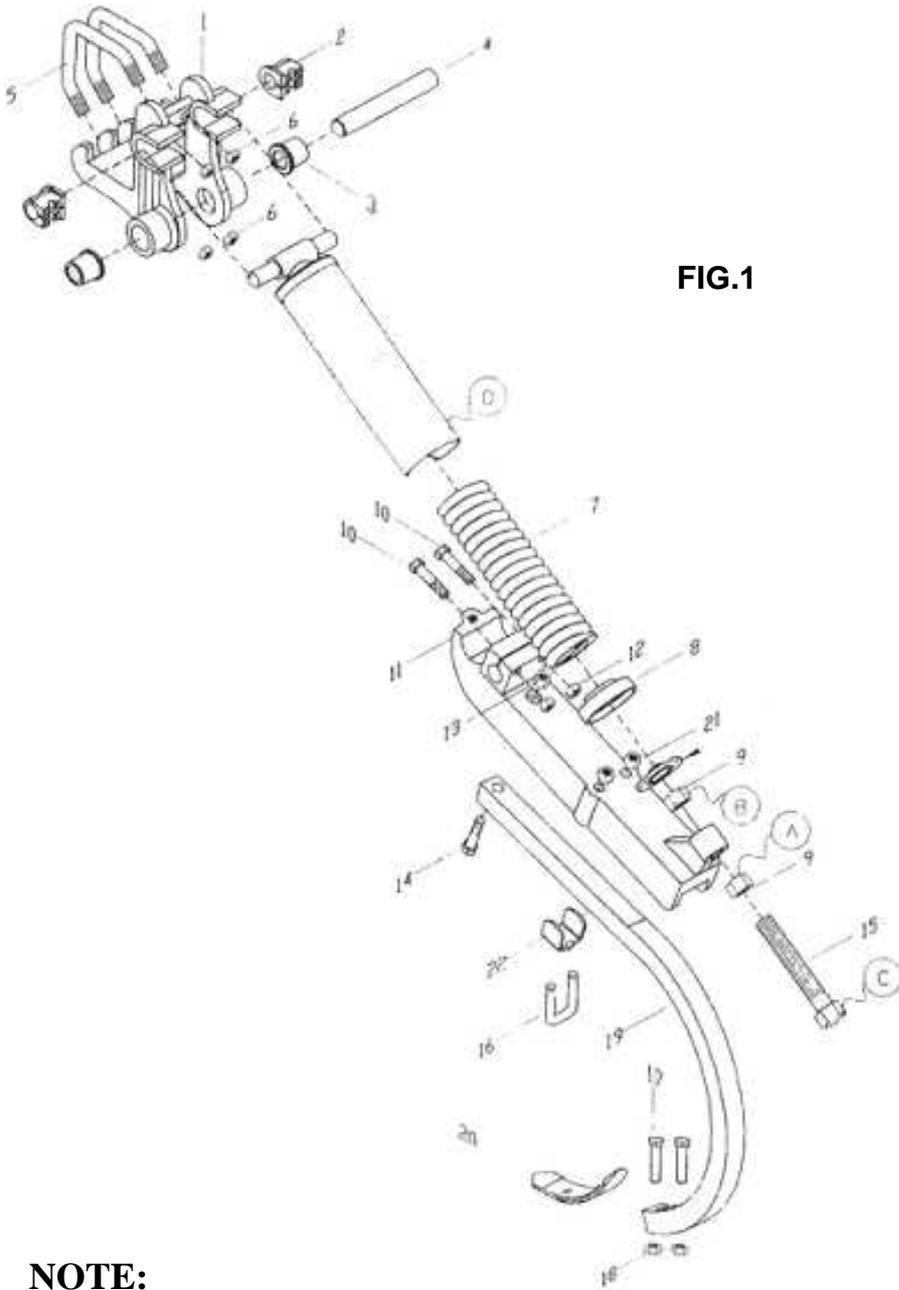

FIG.1
C.- Si nécessaire, réglez la pression des ressorts des bras. Les bras normalement sont parfaitement réglés dès d'usine. Cependant, il est possible qu'après un certain temps de travail il soit nécessaire de donner un peu de pression aux ressorts. Pour cela, reportez vous à la figure 1 et:
Pour tous cela, il est recommandable donner de la pression avec modération, et seulement quand le ressort, par effet de la compression, reste lâche à l'intérieur du tube. (D) Fig. 1.